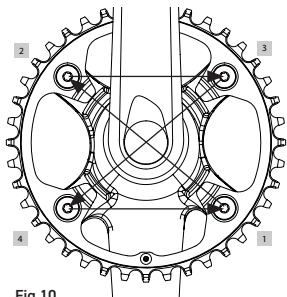

Fig.10
- Seguite un ordine a croce (1-2-3-4) (Fig. 10).